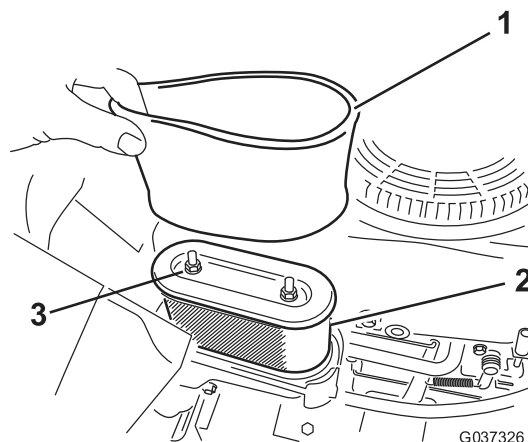

Figura 19
4. Retire las 2 tuercas que sujetan el conjunto del filtro a la carcasa (Figura 19).